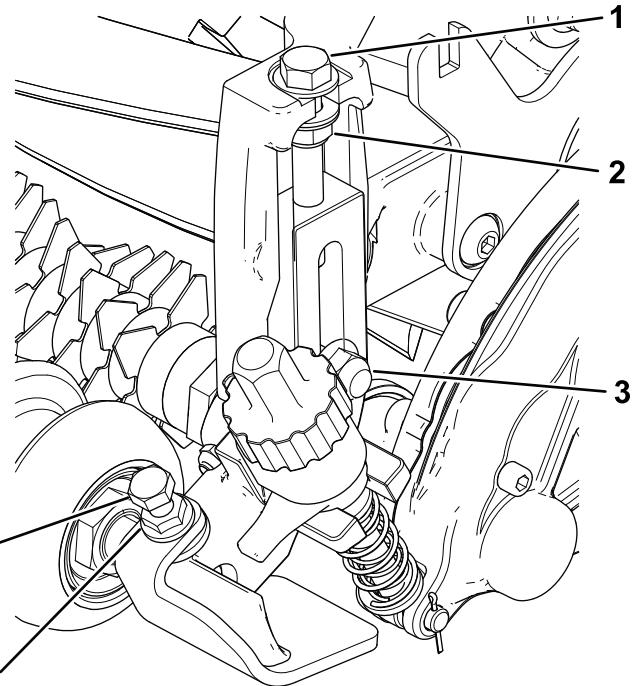

图14
4. 拧紧将剪草高度支架组件固定到侧板上的托架螺栓和锁紧螺母图14。
5. 拧紧剪草高度调节螺栓上的锁紧螺母然后将锁紧螺母往回松开 ½ 圈图14。
6. 将前滚筒放在剪草高度支架组件的中心用平头螺丝和凸缘螺母将其固定到位图14。